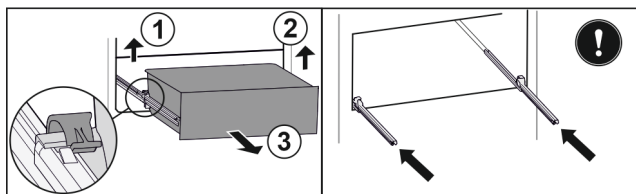

Fig. 153
- ▶ Podnieść lewy zacisk i wysunąć jednocześnie szufladę po lewej do przodu. Fig. 153 (1)
- ▶ Podnieść prawy zacisk i wysunąć jednocześnie szufladę po prawej do przodu. Fig. 153 (2)
- ▶ Wyjąć szufladę do przodu. Fig. 153 (3)